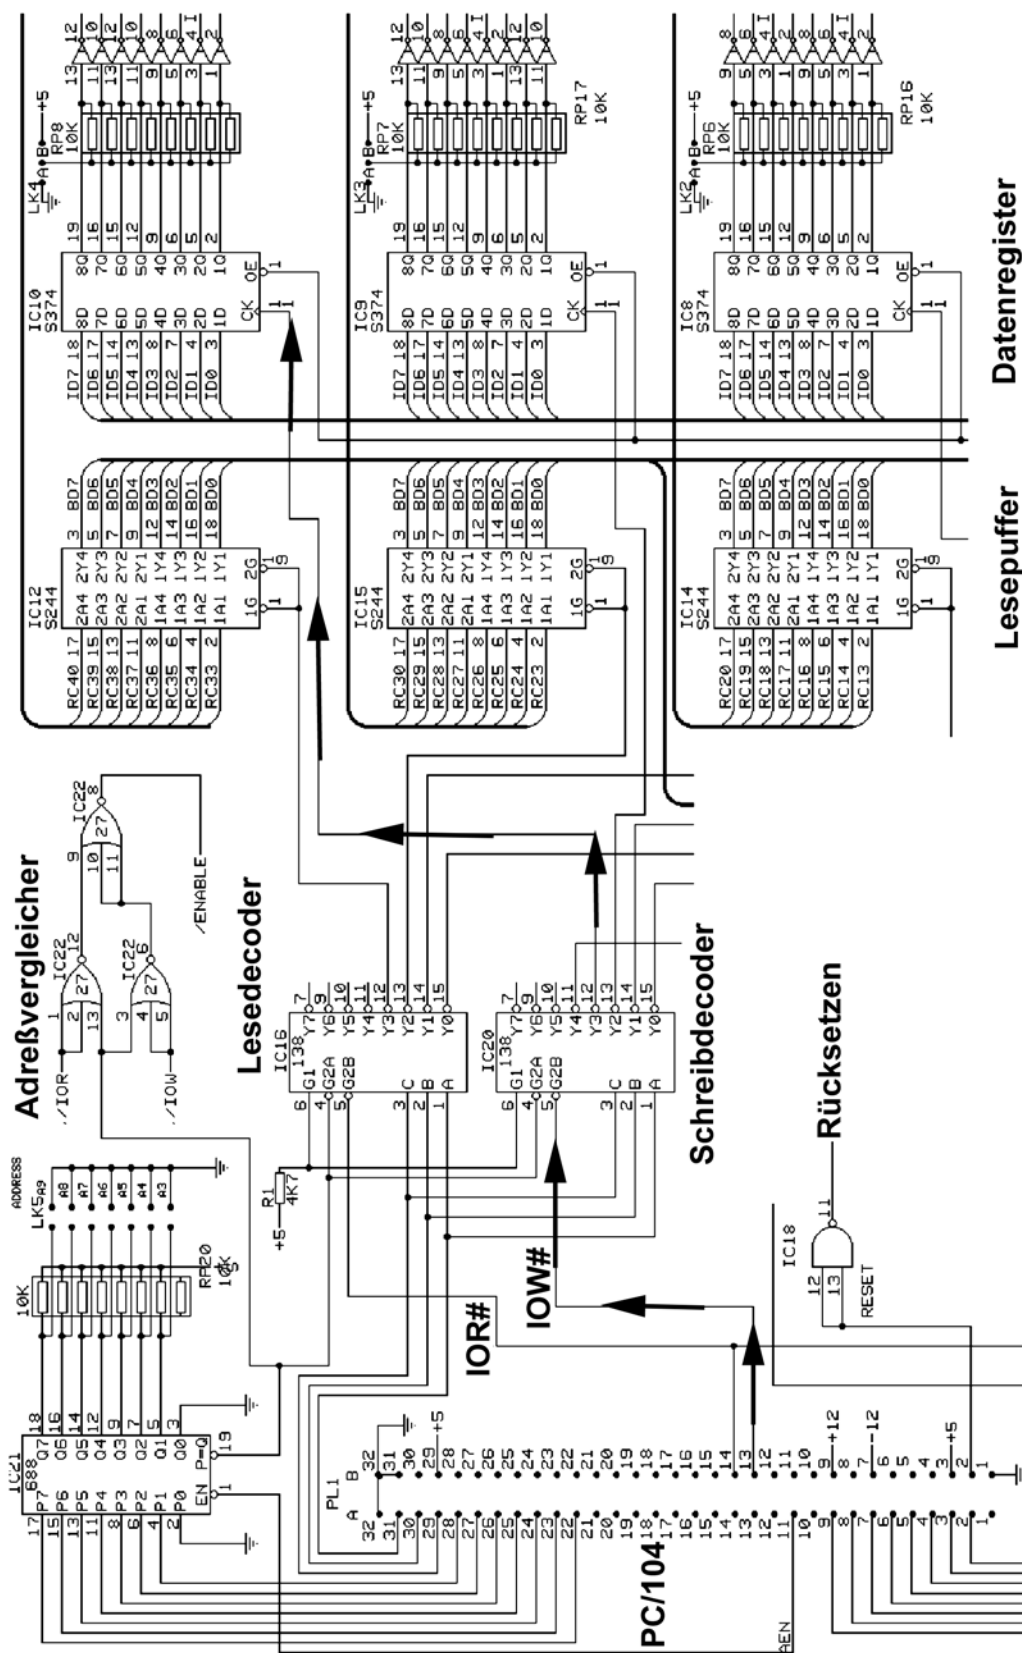

Abb. 10 Ausschnitt aus einer Praxisschaltung (Arcom). Die Pfeile veranschaulichen den Fluß der Schreibtaktimpulse
- die Steuersignale werden nicht direkt an den Flipflops wirksam, sondern laufen über Gatternetzwerke, Decoder usw. Im Beispiel von Abb. 10 werden keine Latches, sondern D-Flipflop-Register als Datenregister eingesetzt. Das Taktsignal am Register ist aber nicht direkt IOW#, sondern ein über den Schreibdecoder verzögerter Impuls. Wenn die Daten eher vom Bus verschwinden, als dieser Impuls am Register wirksam wird, funktioniert es nicht ...